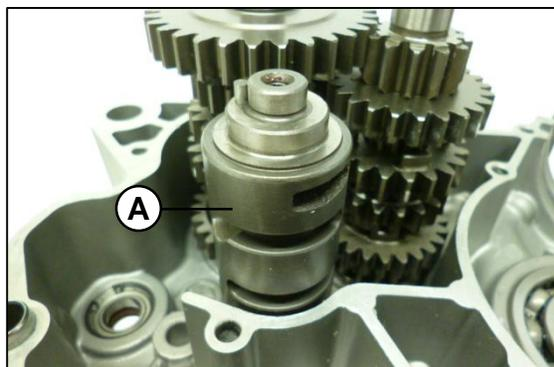

Fig. 11
Remueva el cilindro selector de cambios (A). **Fig. 11**